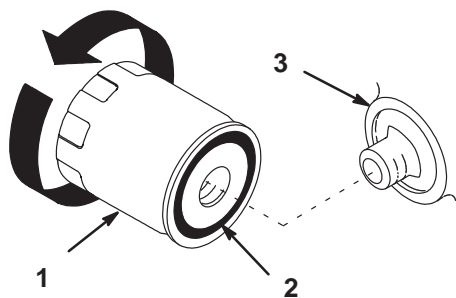

Figure 34
2. Déposez le filtre à huile usagé et essuyez la surface du joint de l'adaptateur (Fig. 34).
4. Appliquez une fine couche d'huile neuve sur le joint en caoutchouc du filtre de rechange (Fig. 34).
5. Posez le filtre à huile de rechange sur l'adaptateur. Tournez le filtre dans le sens horaire jusqu'à ce que le joint rejoigne l'adaptateur, puis donnez 1/2 tour supplémentaire (Fig. 34).